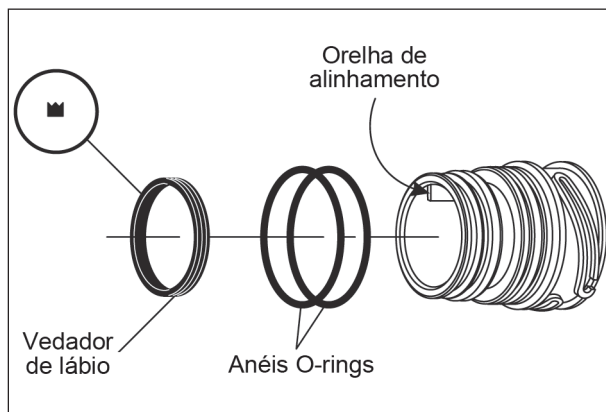

Figura 173
42. Instale dois novos anéis O-ring nas ranhuras da luva do conector, conforme mostra a figura 173 e lubrifique-os com uma pequena quantidade de vaselina neutra.
43. Instale um novo vedador de lábio na ranhura da luva do conector, conforme mostra a figura 173, lubrificando-o com uma pequena quantidade de vaselina neutra.